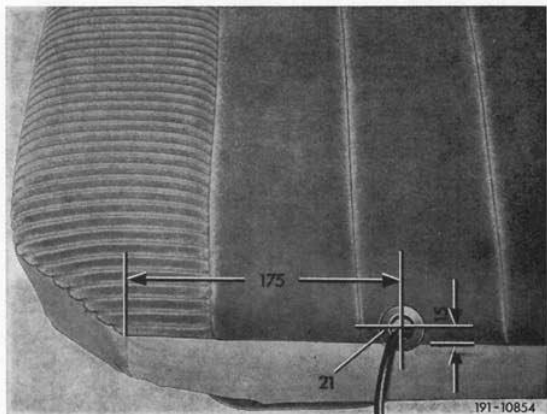

Bild 12
41 Bezug teilweise am Fondsitze und an der Fondlehne montieren. Anschließend Löcher für die Ösen (21) nach Bild 12 und 13 anzeichnen und mit einem Loch Eisen von 18 mm Durchmesser in den Bezug schlagen.
42 Ösen (21) mit den Scheiben (22) am Bezug des Fondsitzes und der Fondlehne montieren (Bild 12 und 13).